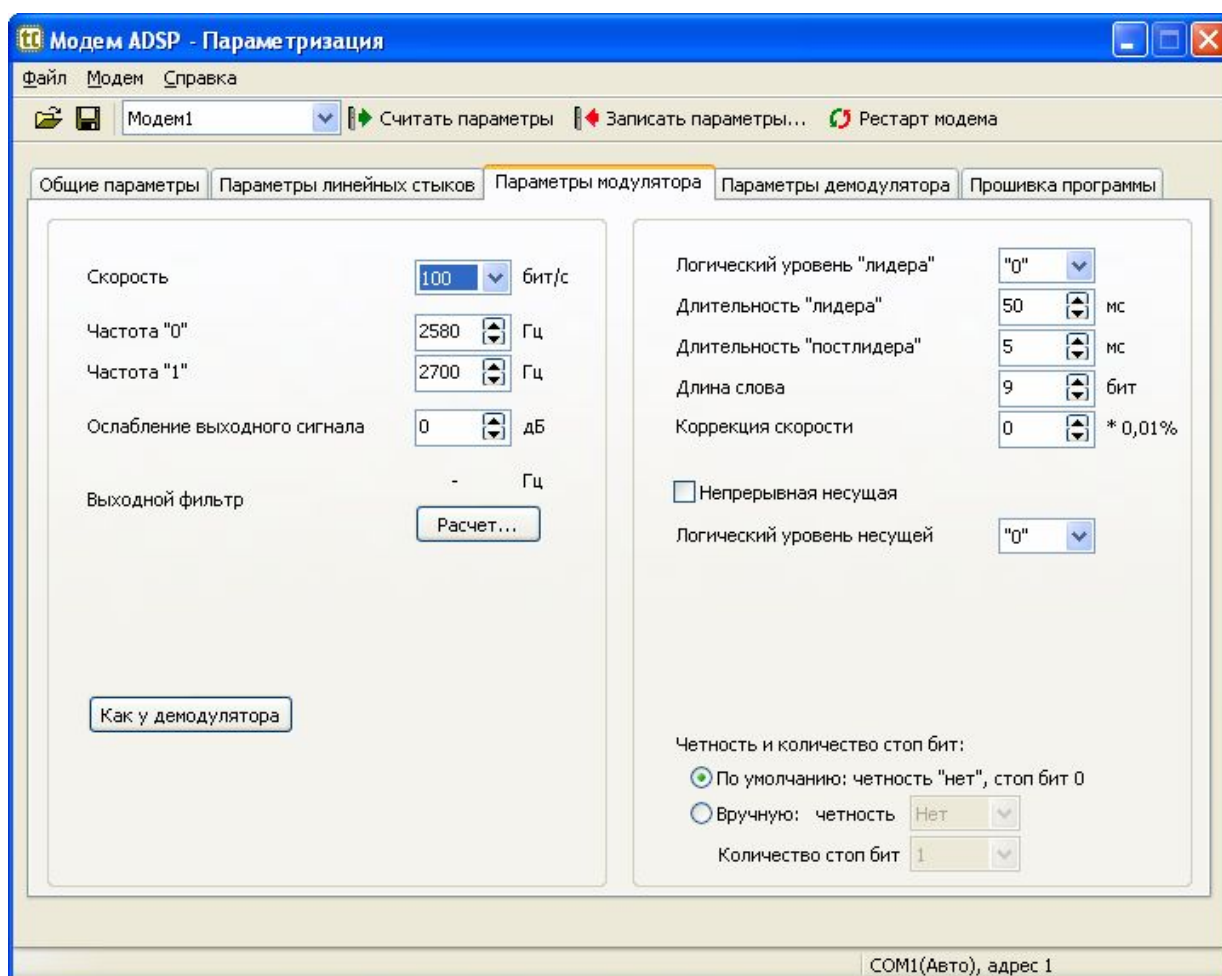

Рисунок 16 – Закладка «Параметры модулятора»
- установить на закладке «Параметры модулятора» (рисунок 16) необходимые параметры скорости, характеристических частот модулятора и нажать кнопку «Расчет...»;